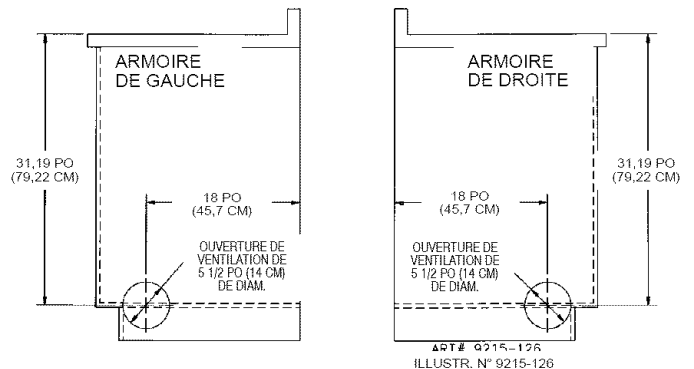

Figure 13
(Voir la figure 13).
2. Découper un trou dans la paroi gauche ou droite de l'armoire, tel qu'indiqué à la figure 13.